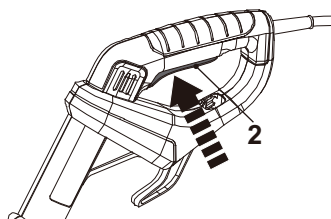

Fig. 13
1. Sujete el producto con una mano en el asa auxiliar (15) y con la otra en el asa principal (1).
2. Pulse el interruptor de encendido/apagado (2) para encender el producto (Fig. 13).
3. Suelte el interruptor de encendido/apagado (2) para apagar el producto.